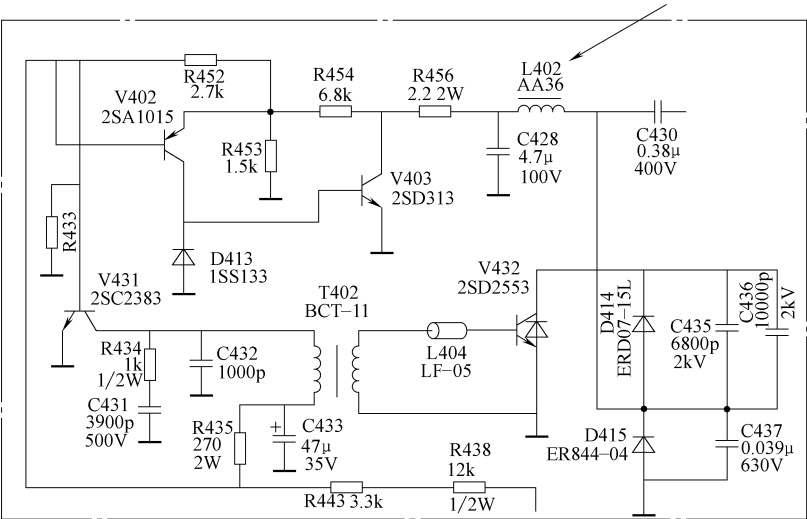

图 5-64 L402 相关电路截图
- 1) 用户用遥控器校正前要将遥控器作相应改动, 将遥控器 IC701⑤脚与地断开, 并在④脚与⑤脚之间焊一只 10kΩ 电阻, 再按遥控器的数字键 “0”, 进入工厂调试菜单, 然后选项进行枕形失真校正调整。
- 2) IC301⑩脚是东—西驱动信号输出端, 并通过接插排线送至 Q405、Q407 放大, 放大后的信号经 R464、C465 积分, 通过 L402 送到行偏转线圈去调制行偏转电流, 达到校正枕形失真的目的。
- 3) L402 相关电路截图如图 5-64 所示。